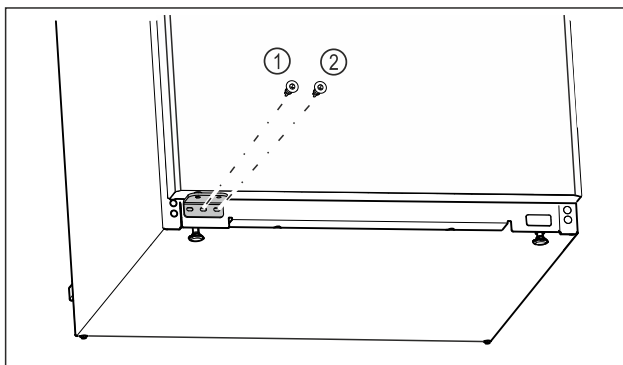

Fig. 17
- ▶ Draai de middelste schroef van de lagersteun Fig. 17 (1) vast met een Torx 20-schroevendraaier.
- ▶ Draai de binnenste schroef van de lagersteun Fig. 17 (2) vast met een Torx 20-schroevendraaier.